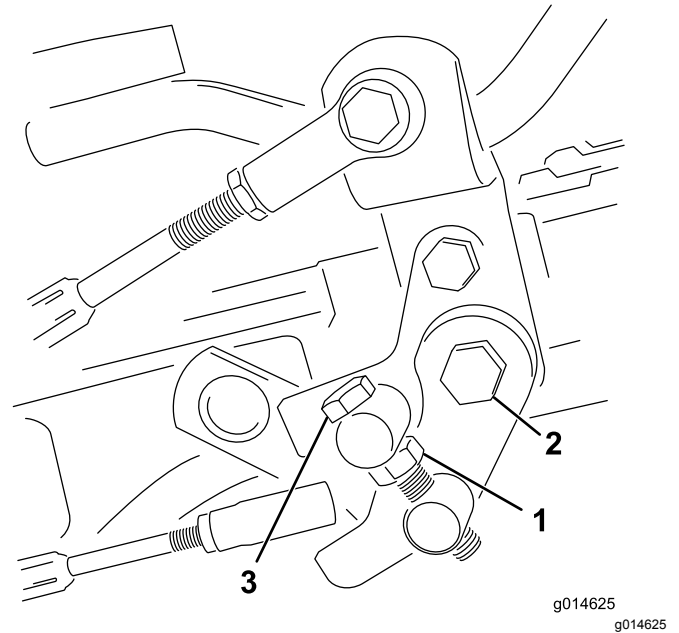

图 37
1. 松开枢轴螺栓上的锁紧螺母图 37。
4. 上紧枢轴螺栓上的锁紧螺母和踏板枢轴上的螺母锁定调整图 37。检查调整情况并按需要调整。